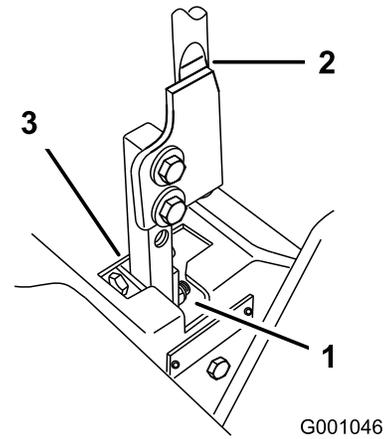

Figura 89
5. Mueva la palanca a la posición de punto muerto, pero no bloqueada (Figura 89).
6. Tire hacia atrás de la palanca hasta que el pasador (en el brazo debajo del eje pivotante) entre en contacto con el extremo de la ranura (empezando justo a tensar el muelle), como según se muestra en la Figura 89.
7. Compruebe la posición de la palanca de control con relación a la muesca de la consola (Figura 89).